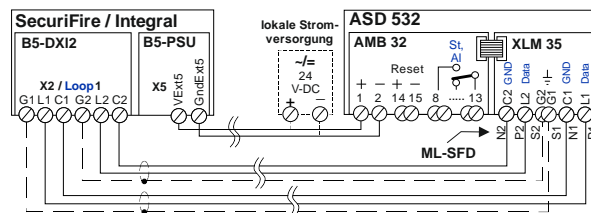

Abb. 39 Anschluss ab XLM 35 / ML-SFD
- Die Aufschaltung bzw. Leitungsführung zwischen **XLM 35 / ML-SFD** und der BMZ SecuriFire bzw. Integral ist gemäss **Abb. 39** einzuhalten (L1 auf L1, C1 auf C1, usw.).